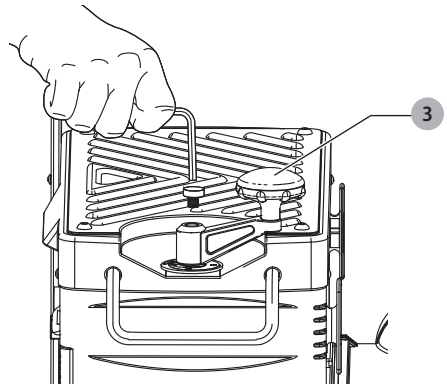

Fig. D2
- Gire en sentido contrario al de las agujas del reloj para aumentar la profundidad de corte (Fig. D2).
### Ajuste de Precisión (Fig. D2)